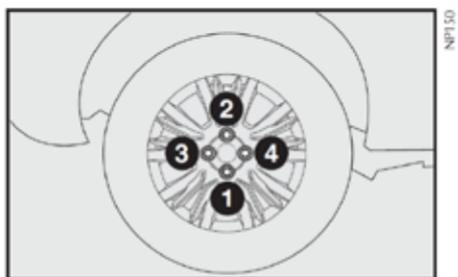

fig. 11
12) Apriete a fondo los tornillos, pasando de un tornillo al otro diametralmente opuesto siguiendo el orden ilustrado en la fig. 11. No engrase los roscados de los tornillos antes de montarlos: podrían aflojarse espontáneamente.